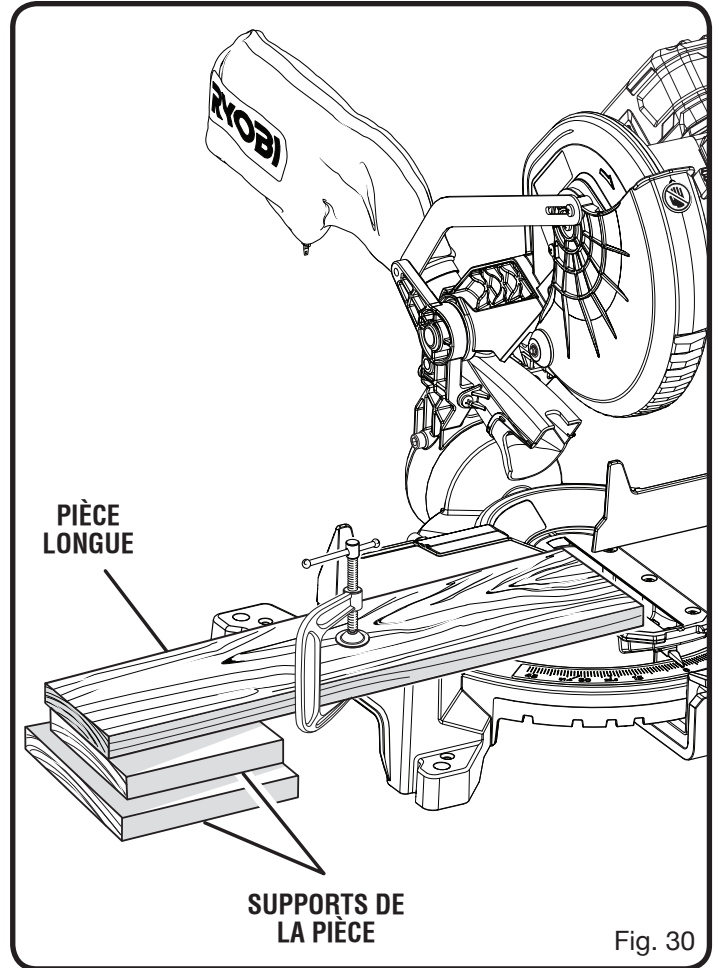

Fig. 30
- Lors de la coupe de planches ou de moulures longues, soutenir l'extrémité libre de la pièce avec un chevalet à rouleau ou un plan de travail se trouvant au même niveau que la scie. Voir la figure 30.
Voir la figure 30.